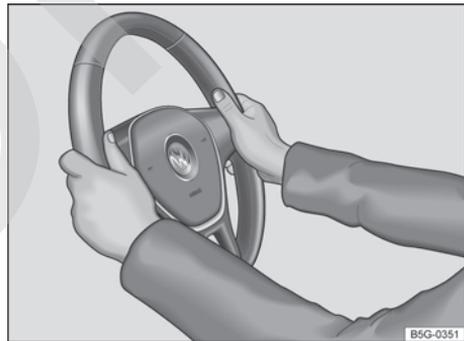

Fig. 45 En el volante posición 9 y 3 horas.
- Ajustar el volante de manera tal que el conductor pueda sujetarlo con las dos manos del borde exterior y con los brazos ligeramente doblados (posición equivalente a las 9 y a las 3 horas → fig. 45).